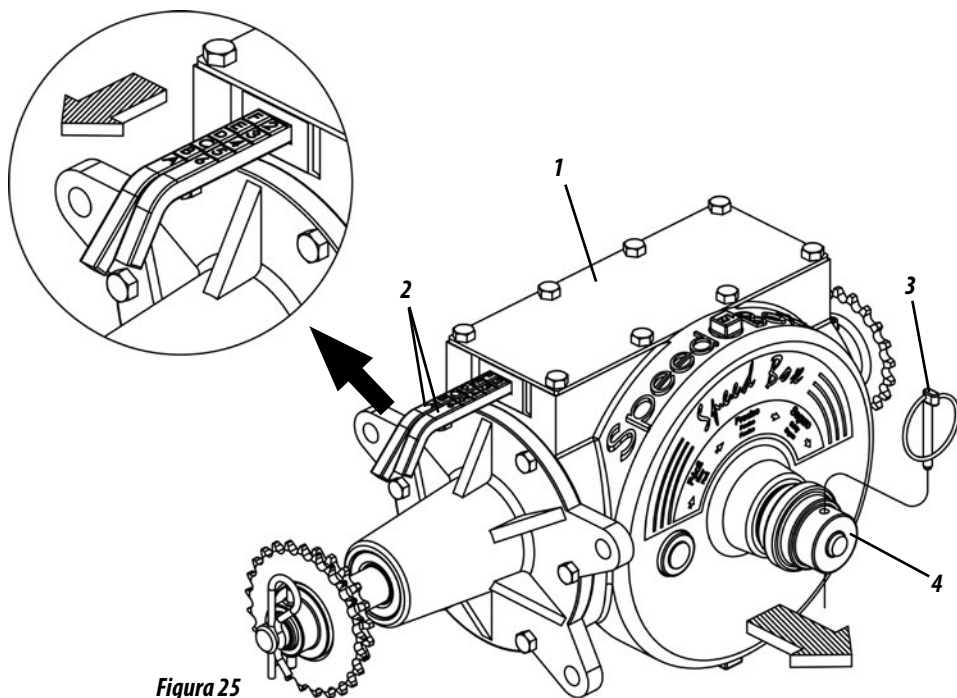

Figura 25
SPEED BOX (FIGURA 25)
- 1- Selecione a quantidade desejada nas tabelas e verifique a combinação correspondente nas alavancas (2). **Exemplo:** Posição **F2** na tabela, indica que a alavanca com letras deve estar na posição **"F"** e a alavanca com números deve estar na posição **"2"**, conforme mostra a figura 25.